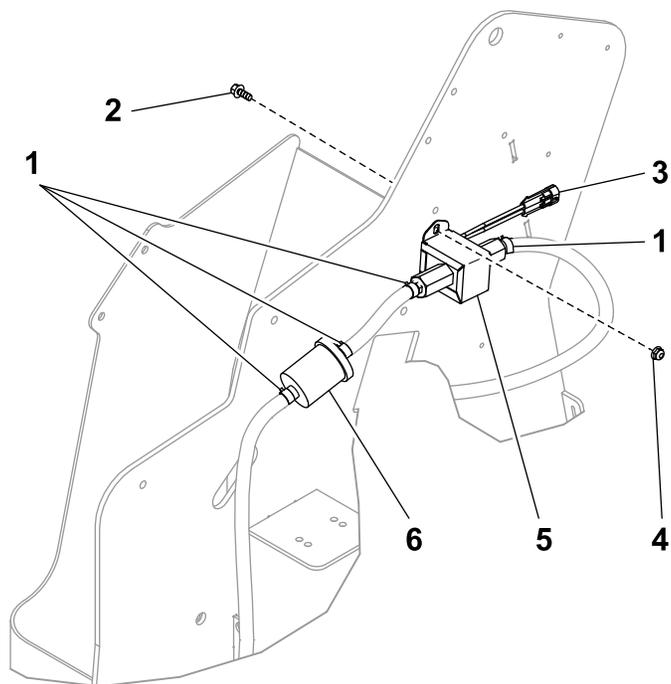

Figura 20
Utilizzate Figura 1, Figura 19, e Figura 20 per questa procedura.
5. Montate la nuova pompa del carburante con 2 bulloni ($\frac{1}{4}$ " x $\frac{5}{8}$ ") e 2 dadi di bloccaggio ($\frac{1}{4}$ "), come illustrato nella Figura 20.